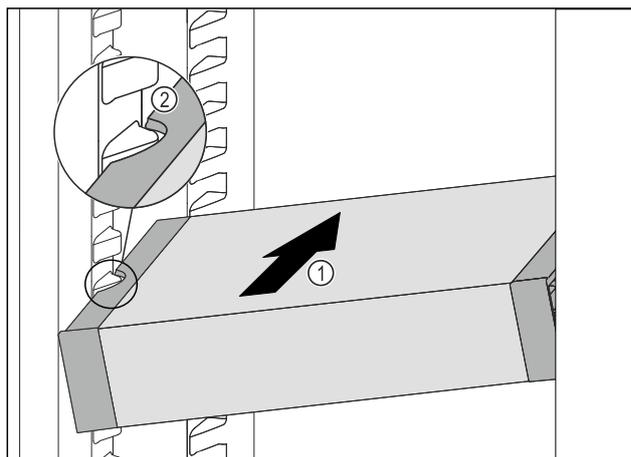

Fig. 99
- ▶ Introduzca el VarioSafe en posición oblicua en el compartimento del frigorífico Fig. 99 (1) hasta que los huecos laterales Fig. 99 (2) del VarioSafe se encuentren a la altura de la nervadura del recipiente en el compartimento frigorífico.